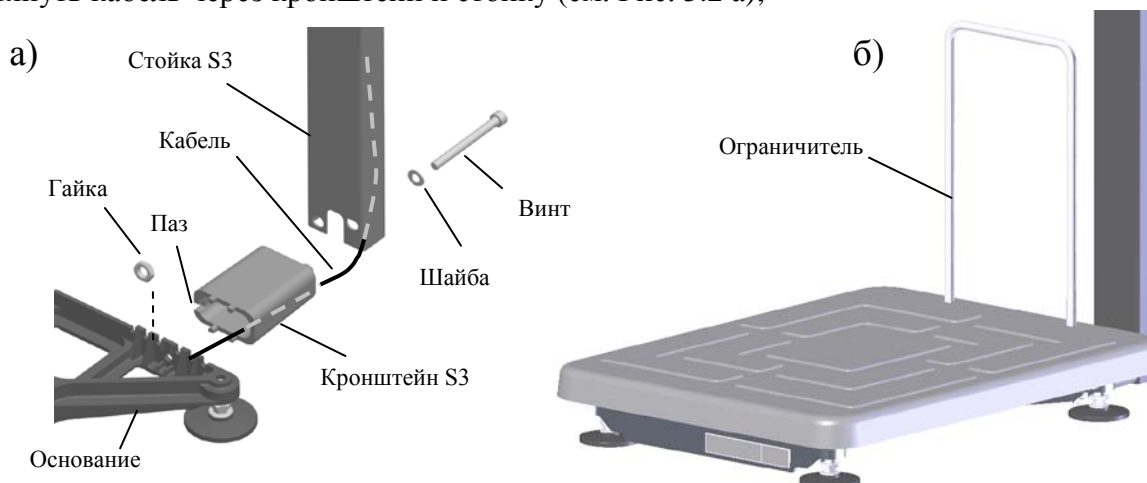

Рис. 5.2 – Крепление прямоугольной стойки к модулю ТВ-S_
- Протянуть кабель через кронштейн и стойку (см. Рис. 5.2 а);
Вложить в винт М8×130 шайбу 8. Вставить винт в отверстие стойки и пропустить его сквозь стойку, кронштейн (положение паза кронштейна см. на Рис. 5.2а) и основание модуля. Стянуть винт гайкой М8.
- Плотно вставить в отверстия платформы ограничитель (Рис. 5.2 б).